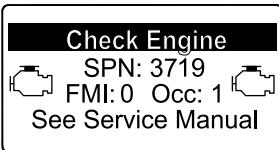

Figure 51
- Avertissement moteurSPN 3719, FMI 0 (Figure 51)